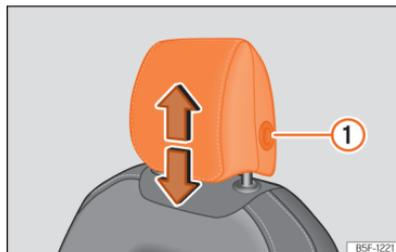
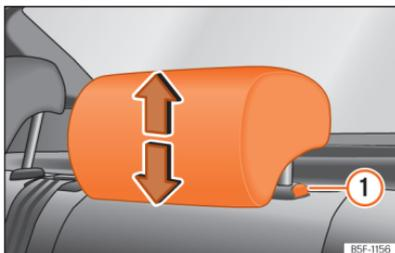

Fig. 97 Banco dianteiro: regulação do encosto de cabeça.
Fig. 98 Encosto de cabeça traseiro: ajuste de encosto de cabeça.
- Agarre o encosto de cabeça com ambas as mãos pelos lados e empurre para cima até o encaixar na posição desejada. Para baixá-lo, proceda da mesma forma, pressionando o botão lateral ① »» Fig. 97 , »» Fig. 98.